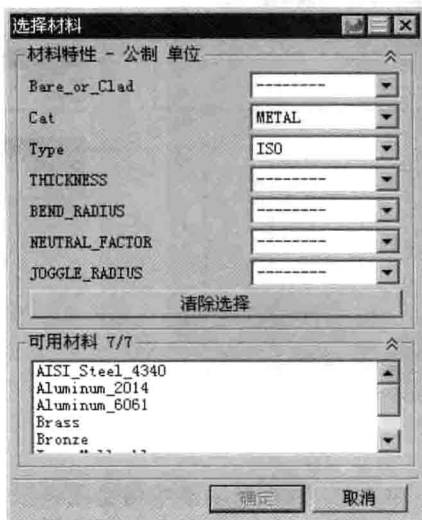

图 1.2.5 “选择材料”对话框
- ☑ **材料选择** 单选项：选中该单选项时，单击右侧的 **选择材料** 按钮，系统弹出图 1.2.5 所示的“选择材料”对话框，可在该对话框中选择一种材料来定义钣金折弯参数。